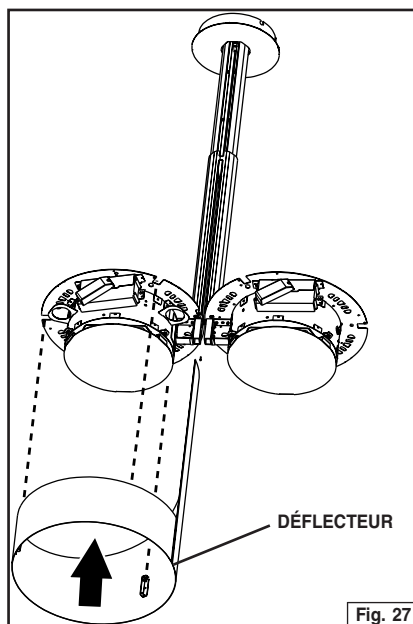

Fig. 27
1. Glissez d'abord le déflecteur entre les bras de support. Assurez-vous que les supports d'attache sont au-dessus du rebord du bloc d'alimentation. Fig. 27 et Fig. 28.